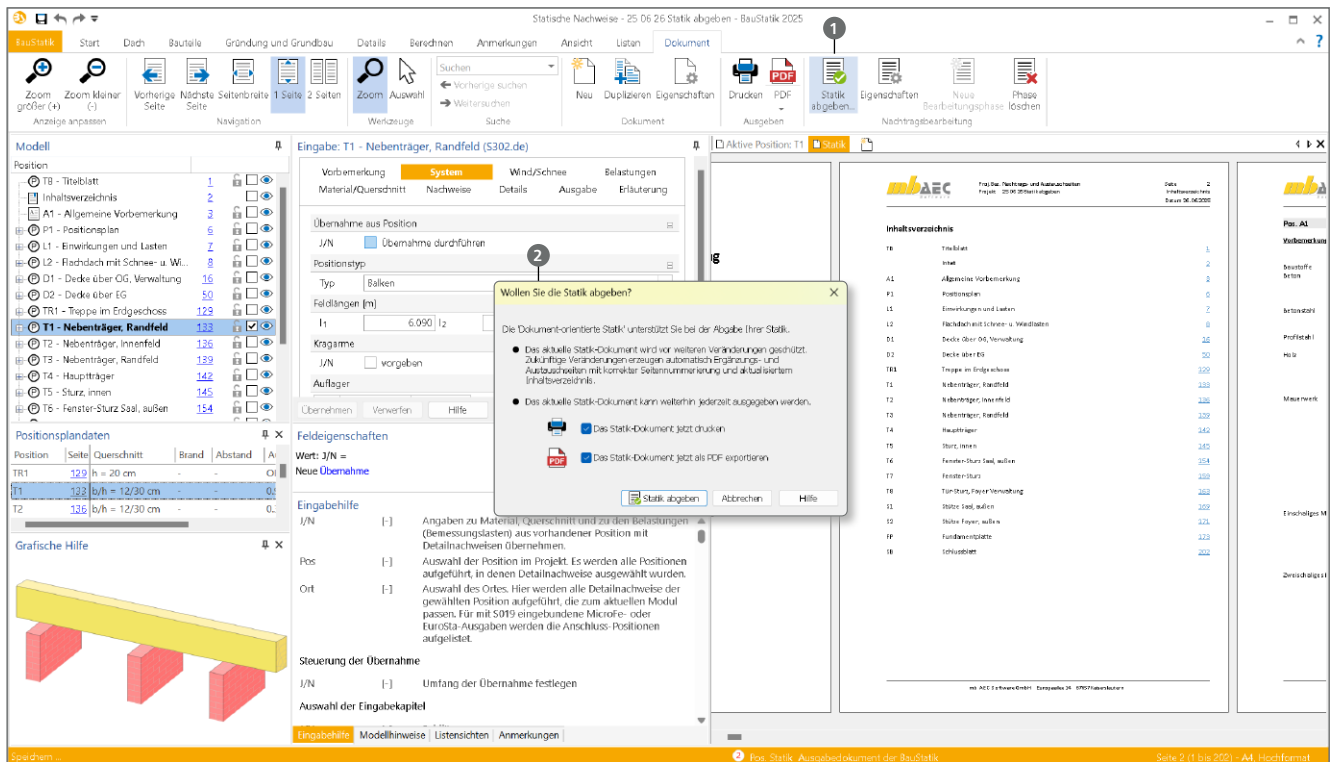
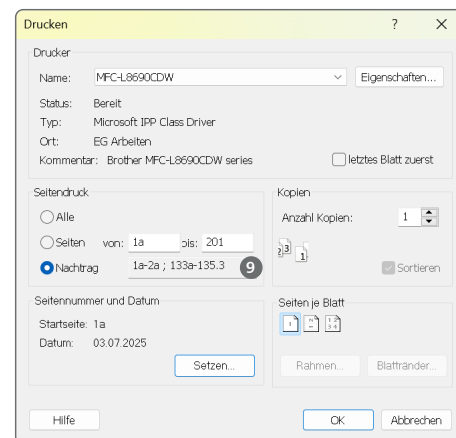

Bild 2. Statik abgeben in der BauStatik mit Ausgabe als PDF oder auf den Drucker
Bild 6. Ausgabe eines Nachtrages mit Auswahl des Umfangs
Mit einem Klick auf „Statik abgeben“ (Bild 2, ①) wird die Bearbeitung am Dokument abgeschlossen. Mit diesem Schritt werden die Positionen vor weiteren Bearbeitungen gesperrt. Die Positionen erhalten im Fenster „Modell“ eine grüne Markierung und das abgegebene Dokument ist ebenfalls vor Bearbeitung gesperrt und stellt somit mit seinen Seitenzahlen die Referenz für alle folgenden Bearbeitungen dar. Erreicht wird diese Sperre durch den Abschluss der ersten Bearbeitungsphase, die immer automatisch mit jedem BauStatik-Modell erstellt wird.
Sobald auch die Bearbeitung eines Nachtragsdokumentes abgeschlossen wurde, erfolgt für dieses Dokument ebenso die „Abgabe“ (Bild 2, ②). Somit wird auch diese Bearbeitungsphase abgeschlossen. Für die Ausgabe und Weitergabe des Nachtrages kann der Umfang gewählt werden. In der Regel werden nur die Austausch- und Nachtragsseiten ausgegeben, siehe Bild 6, ⑨.